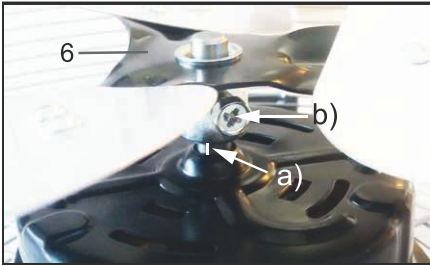

Fig. 57: Montaż wirnika
Wirnik nie może spoczywać bezpośrednio Motor aufliegen. Es muss ein sichtbarer Motor aufliegen. Es muss ein sichtbarer na silniku. Między elementem dystansowym a silnikiem musi być widoczny odstęp. Patrz rys. 57 b).
3. Dokręcić wirnik za pomocą śruby znajdującej się obok elementu dystansowego. Patrz rys. 57 b).